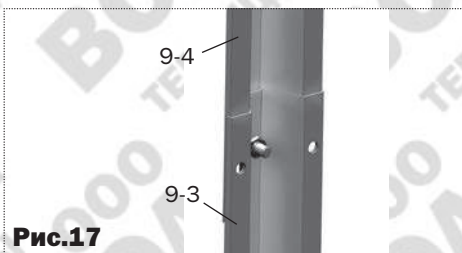
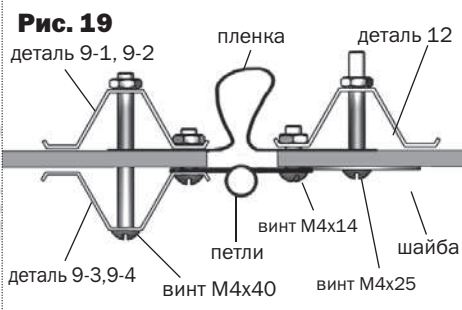
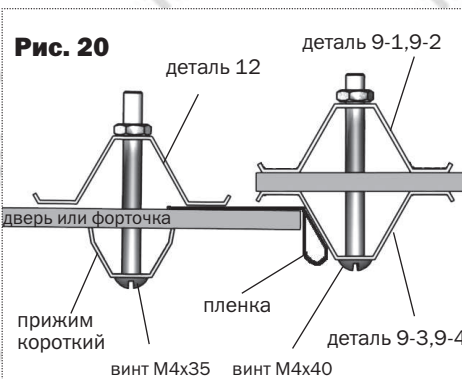

Рис.17
Рис.19
Рис.20
4. Состыкуйте детали **9-3** и **9-4** (**рис.17**) и установите их в соответствии с **рис.19**. Прижмите куски поликарбоната по краям со стороны двери и форточки накладками **9-3, 9-4** (**рис.19**), оставляя отверстия под вертушки. Вырежьте куски покрытия для установки над дверными проемами и под дверными проемами, установите их, закрепив шайбами (**рис.22**) на детали **10**.
6. Закрепите куски покрытия на форточки и двери по стороне навеса петлями шайбами (**рис.19**), а по другим сторонам - прижимами (**рис.20**), предварительно закрыв соты (оклеив их скотчем). По сторонам, противоположным петлям покрытие должно выступать за каркас на 15 мм (**рис.20**). Петли накладываются поверх поликарбоната и при затягивании винтов поликарбонат под петлями сминается.
7. Щели в дверном проеме закрываются полиэтиленовой пленкой (**рис.19, 20**).